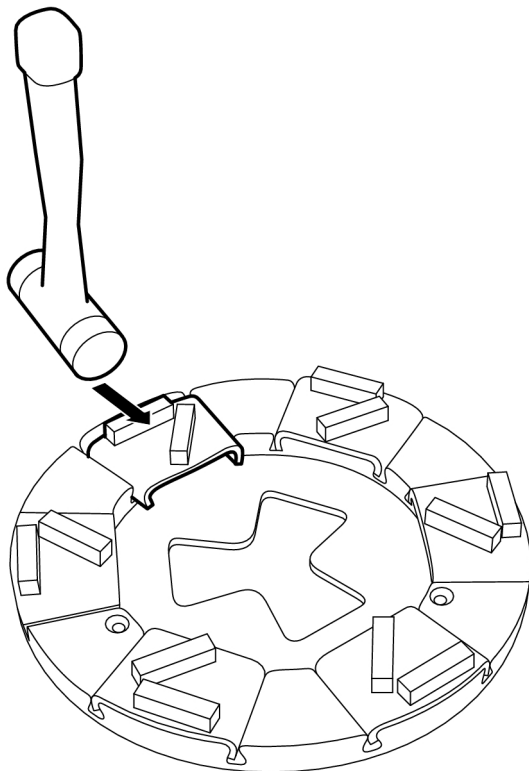

Figura 4-15. Desprender a ferramenta de lixagem
1. Desprenda a ferramenta de lixagem batendo levemente com um martelo até desprender, ver Figura 4-15, página 26. Retire depois a ferramenta da ranhura de guia.